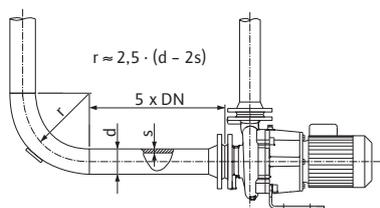

Рис. 3: Участок выравнивания потока перед и за насосом
- Перед и за насосом следует предусмотреть наличие участка выравнивания потока в форме прямого трубопровода. Длина данного участка должна составлять как минимум 5 x DN фланца насоса (см. рис. 3). Данная мера служит для предотвращения кавитации в потоке.